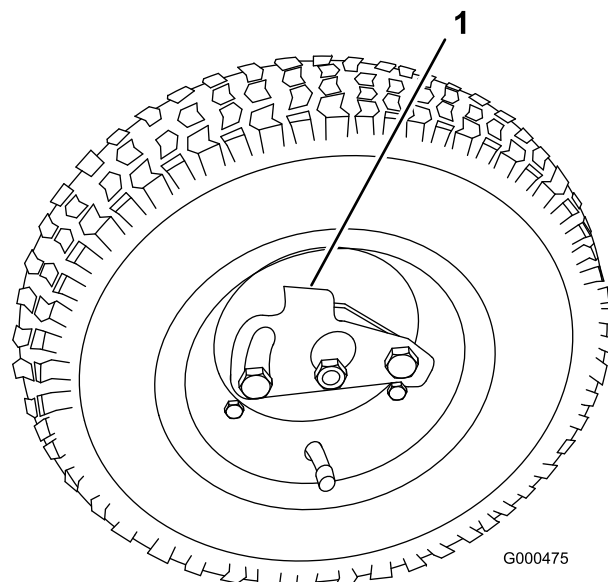

图18
2. 将行走轮锁定夹压向轮的中心，然后将行走轮滑到六角轴上（图18）。